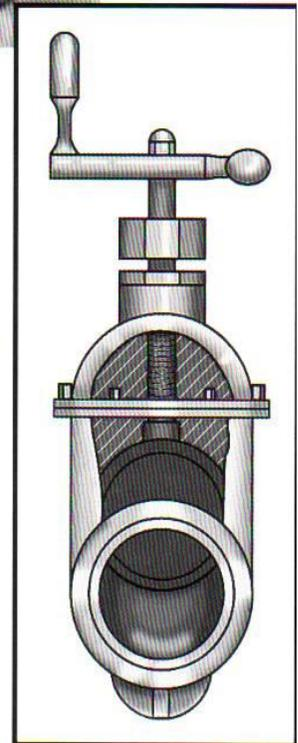

Figura 12.27 Corte transversal de una válvula de compuerta.
- **Válvulas de compuerta:** se utilizan para controlar el flujo desde un hidrante. Las válvulas de compuerta tienen un deflector controlado por un conjunto de llave y tornillo (véase la figura 12.27).